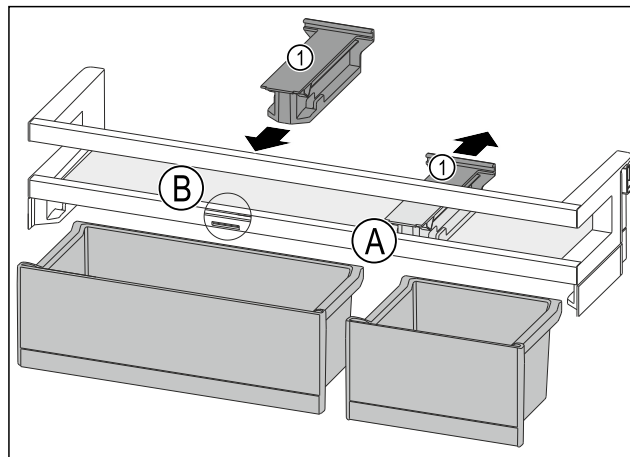

Fig. 115
- ▶ Držák Fig. 115 (1) v poloze Fig. 115 (A) stáhněte dozadu.
- ▶ Držák Fig. 115 (1) vložte v poloze Fig. 115 (B).